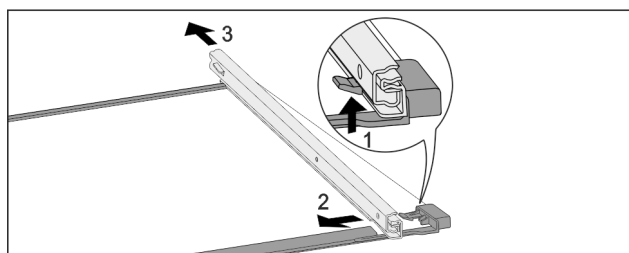

Fig. 157 Ripiano in vetro con guide
- ▶ Premere il gancio di fermo anteriore verso l'alto. Fig. 157 (1)
- ▶ Far scorrere la guida estraibile di lato Fig. 157 (2) e verso il lato posteriore Fig. 157 (3).